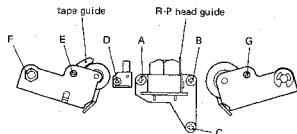
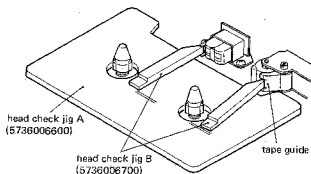
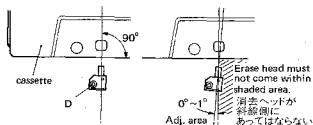

Fig. 5-4
Fig. 5-5
Fig. 5-6
2. If not, adjust screw D (shown in fig. 5-4) so that the head comes within the adj. area (fig. 5-6).
1. Place the deck in PLAY mode. Adjust screw A (fig. 5-4) so that head check jig B is aligned with the REC & PLAY head guide.
2. もし垂直でない時は図5-4に示すネジDで図5-6の範囲内に入るよう調整する。
1. PLAY状態にし、ヘッド治具(B)を録・再ヘッド・ガイドに一致するよう図5-4のネジAを調整する。(図5-5参照)
- If the tape curls at the left pinch roller tape guide, adjust REC & PLAY head screw B (fig. 5-4) within 3/4 of a turn. When curling has disappeared, adjust screw A in the same manner to maintain the horizontal position of the head.
左ピンチ・ローラのテープ・ガイドでテープがカールする場合は、録・再ヘッドのBネジ(図5-4参照)を3/4回転以内の範囲で調整する。カールが消失したらAネジを同様に調整してヘッドの水平を保つ。